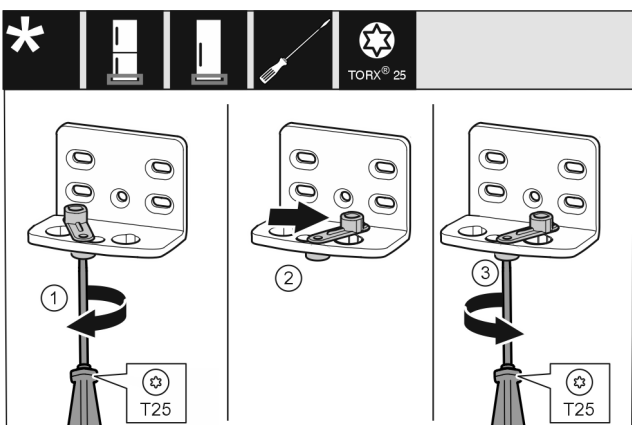

Fig. 14
- ▶ Lironi plotësisht vidën me një kaçavidë T25. Fig. 14 (1)
- ▶ Ngrini lart ndihmën e mbylljes së derës dhe rrotullojeni brenda vrimës me 90° nga e djathta. Fig. 14 (2)
- ▶ Mbërtheni fort vidën me kaçavidën T25. Fig. 14 (3)